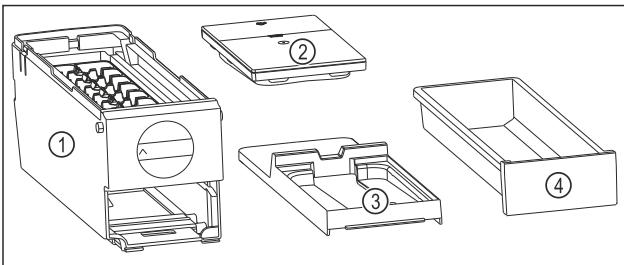

Fig. 138 Součásti EasyTwist-Ice
- ▷ EasyTwist-Ice je rozebrán na čtyři části. (viz Fig. 138)
- EasyTwist-Ice rozebírejte pouze na zobrazené součásti. (viz Fig. 138)
- Korpus EasyTwist-Ice Fig. 138 (1) vyčistěte jako celek.